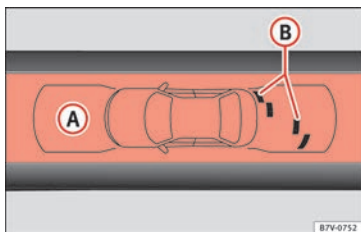

Fig. 210 Indicación del OPS en pantalla: (A) se ha detectado un obstáculo en el segmento; (B) zona registrada delante del vehículo.
tancia de unos 120 cm y hacia el lado hasta 60 cm » fig. 210 (B). Detrás del vehículo, la zona analizada alcanza hasta una distancia de 160 cm y unos 60 cm hacia los lados » fig. 209 (C).
El gráfico mostrado representa las zonas supervisadas en varios segmentos. A medida que el vehículo se acerca a un obstáculo, más se acerca el segmento al vehículo representado » fig. 209 (B) y » fig. 210 (A). A más tardar, cuando se muestra el penúltimo segmento, se ha llegado a la zona de colisión.